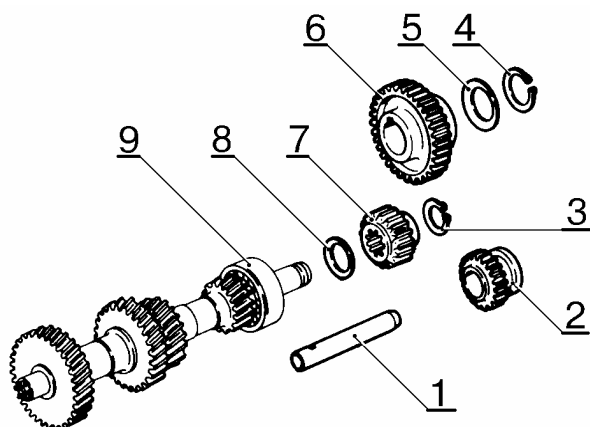

Рис.55. Детали задней передачи четырех-ступенчатой КП:
- установить ось 1, рис.55, промежуточной шестерни заднего хода и стопорную пластину 1, рис.23, промежуточного подшипника вторичного вала. Затянуть винты крепления пластины (отвертка ударная 02.7810-4018, молоток).
- установить шпонку ведомой шестерни 6, рис.55, на вторичный вал.;
- установить на промежуточный вал 9, рис.55, пружинную шайбу 8, ведущую шестерню 7 заднего хода и стопорное кольцо 3 (щипцы);
- установить одновременно на шток 15 вилку 13 с дистанционной втулкой 14, а на ось 1, рис.55 - промежуточную шестерню 2 заднего хода;